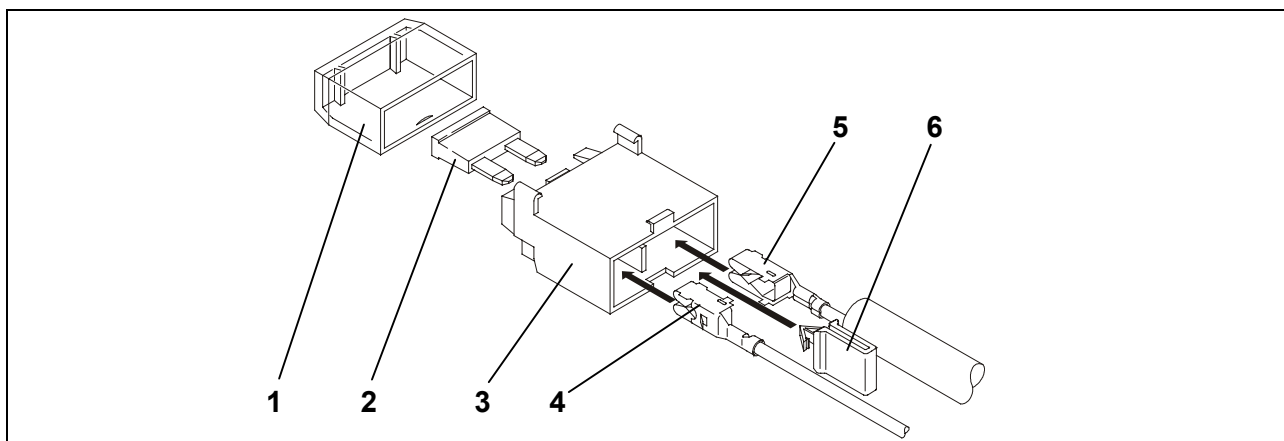

Fig. 3: Montage du porte-fusibles
19. Insérer les contacts femelles du fil rouge (Fig. 3/5) du conducteur de fils et du fil rouge joint (Fig. 3/4) dans le porte-fusibles.
20. Mettre en place le clip jaune (Fig. 3/6).
22. Installer les fusibles (Fig. 3/2) et remettre le revêtement (Fig. 3/1) en place.